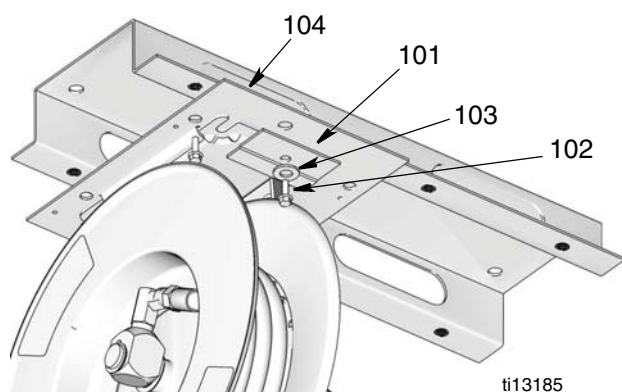

Рис. 14
- Снимите винт с колпачком (102), шайбу (103) и прижимную пластину (101). Затем выдвиньте шланговый барабан с плиты основания (104) (Рис. 14).